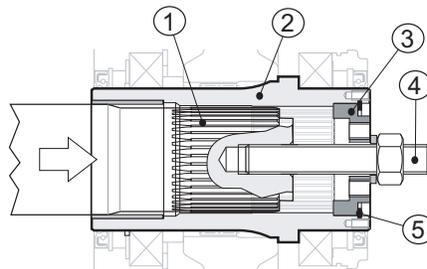

Fig. 18
Quindi inserire nelle loro sedi prima il fondello (pos. 3), poi il seeger per interni (pos. 5), bloccando di conseguenza il fondello (pos. 3), a questo punto avvitando il dado della barra filettata si porta l'albero della macchina a battuta (vedi Fig. 18 (pag. 27)).